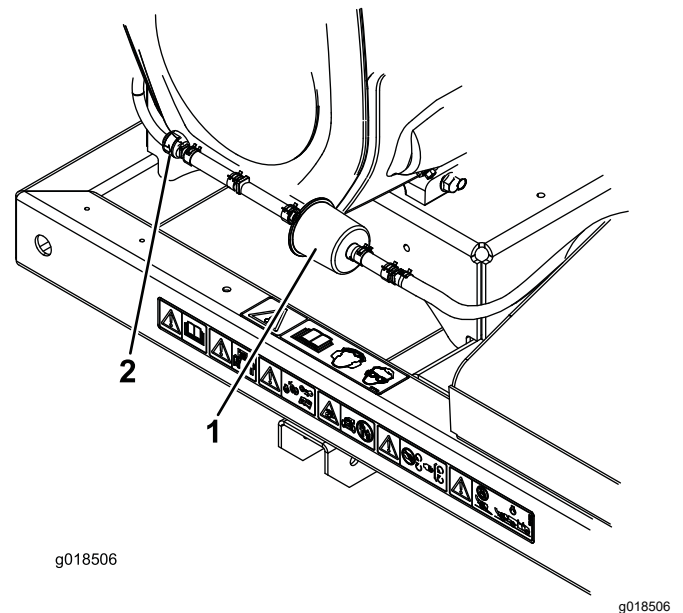

Figure 15
- Éloignez du filtre les colliers de flexible à ressort de chaque côté du filtre à charbon actif de tuyau de purge (Figure 15).
- Déposez le filtre à charbon actif et mettez-le au rebut (Figure 15).
- Posez un filtre neuf dans le flexible en dirigeant la flèche située dessus vers le clapet antiretour et fixez-le avec les colliers (Figure 15).